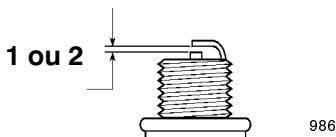

Figure 31
- Régler l'écartement de la bougie neuve comme illustré à la Figure 31.